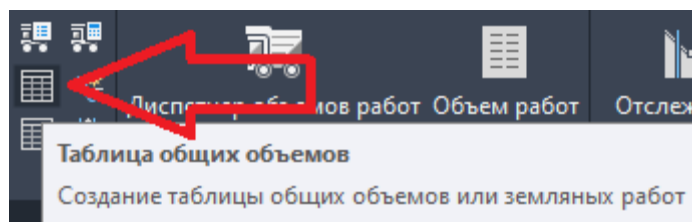

Рис. 4.17. Выбор команды **Таблица общих объемов**
37. Далее на ленте интерфейса перейдите во вкладку **Анализ** и выберите команду **Таблица общих объемов** (рис. 4.17).